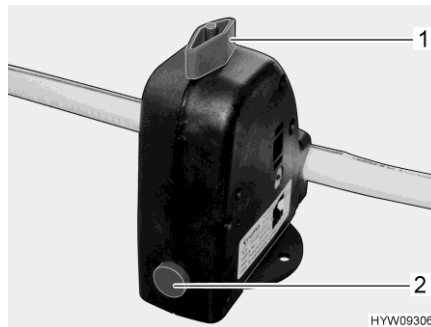

Bild 201 Sicherheits-/Ablassventil (Truma)
- Sicherheits-/Ablassventil (Truma) schließen. Dazu den Drehknopf (Bild 201,1) quer zum Sicherheits-/Ablassventil drehen und den Druckknopf (Bild 201,2) eindrücken.